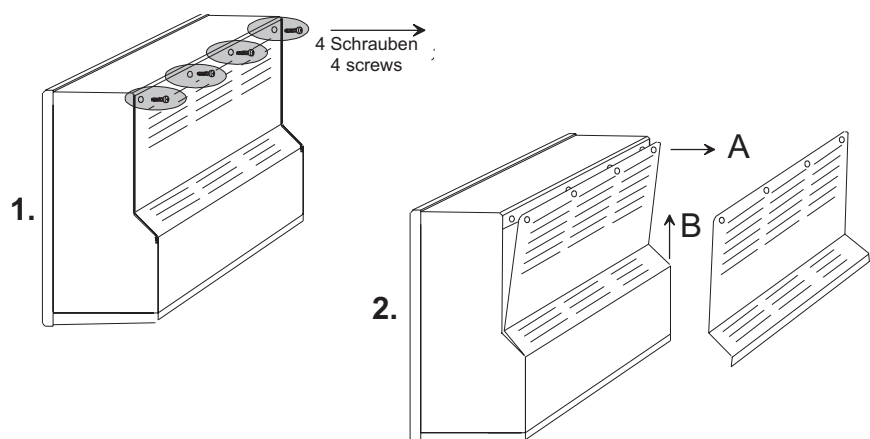

Bild 4-2: Entfernen des rückseitigen Abdeckblechs
3. Entfernen sie nach dem Lösen der vier Befestigungsschrauben auf der Geräterückseite das Abdeckblech. (Bild 4-2)